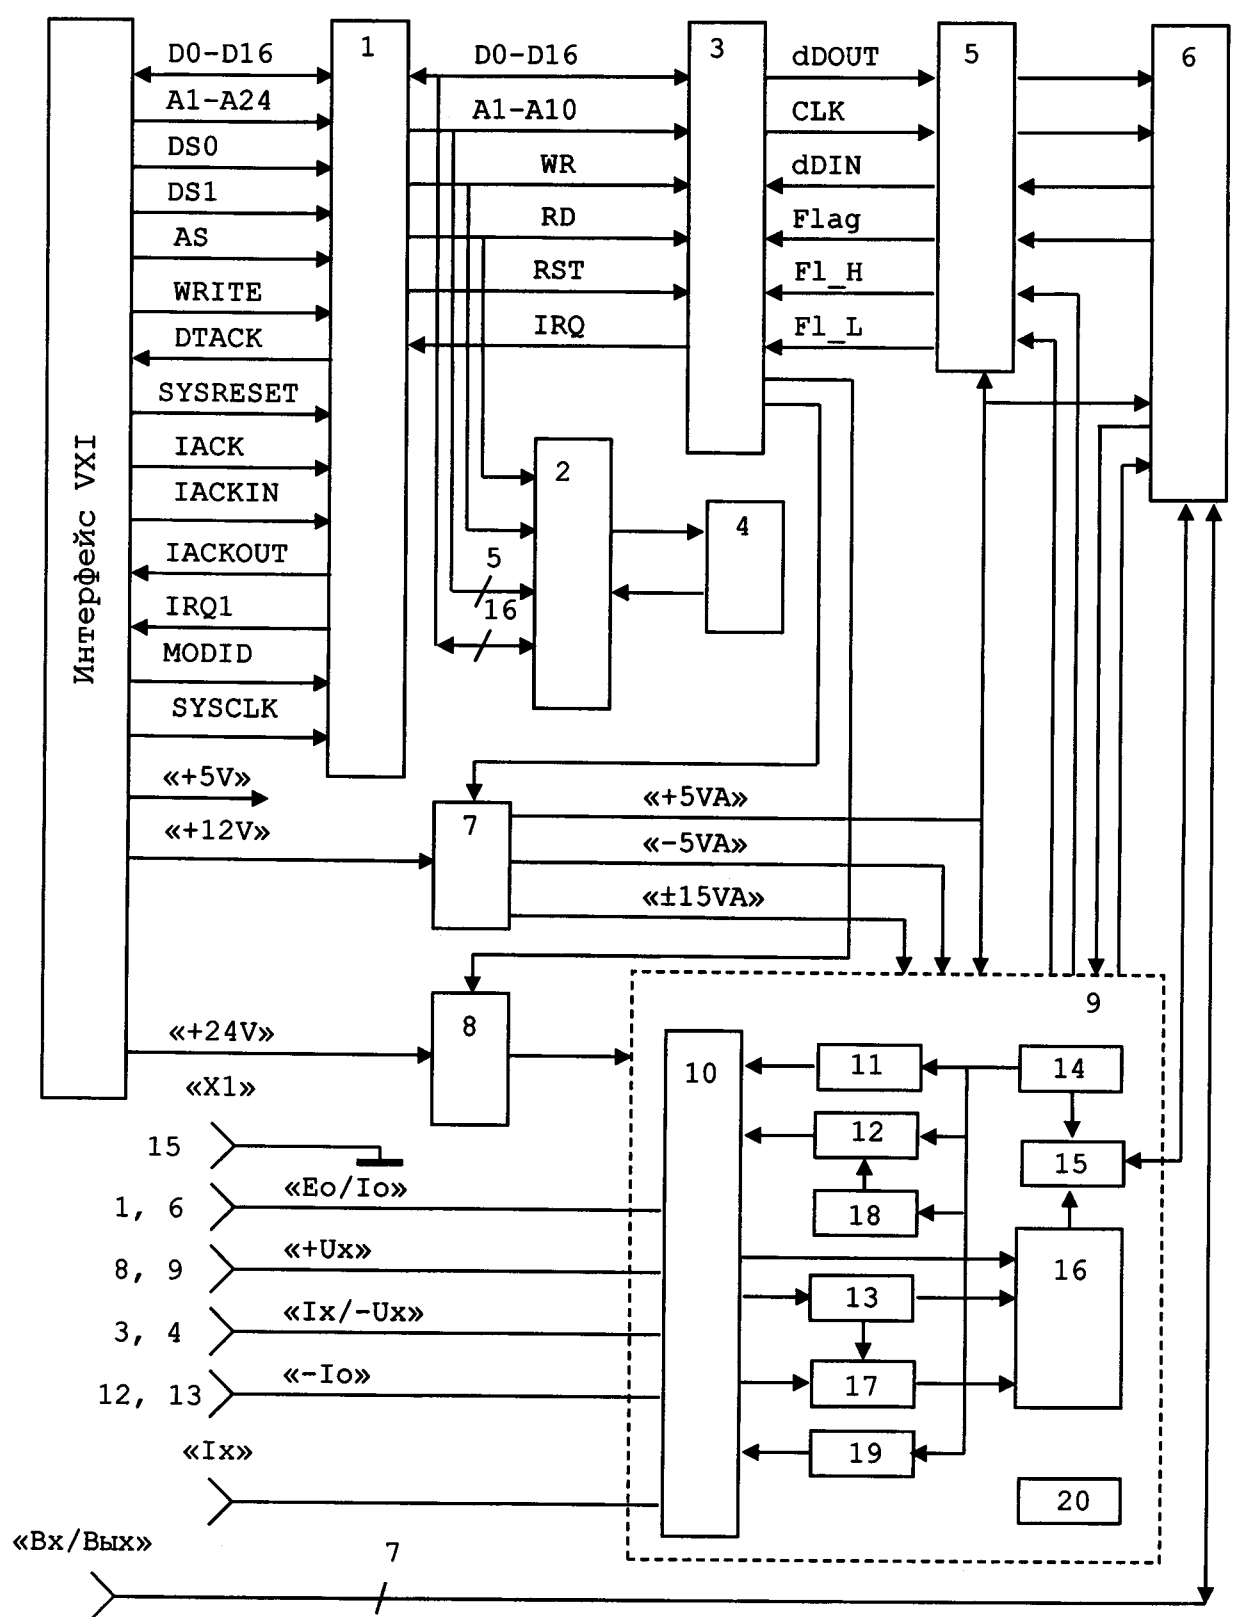

Рисунок 1 - Структура модуля ИС4
1.3.1.1 Модуль содержит следующие функциональные узлы (см. рисунок 1):